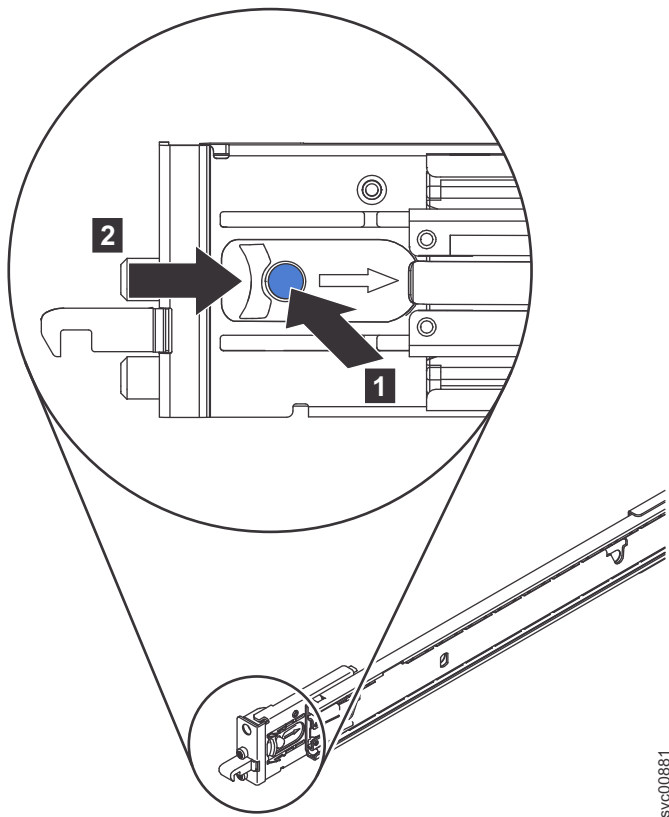

図 47. 前面スライド・レール・ラッチを開く
4. 受け取った時点でラッチが閉じている場合は、64 ページの図 47 に示されているように、青色のボタン **1** を押し込み、ラッチ **2** を押し戻して、開きます。